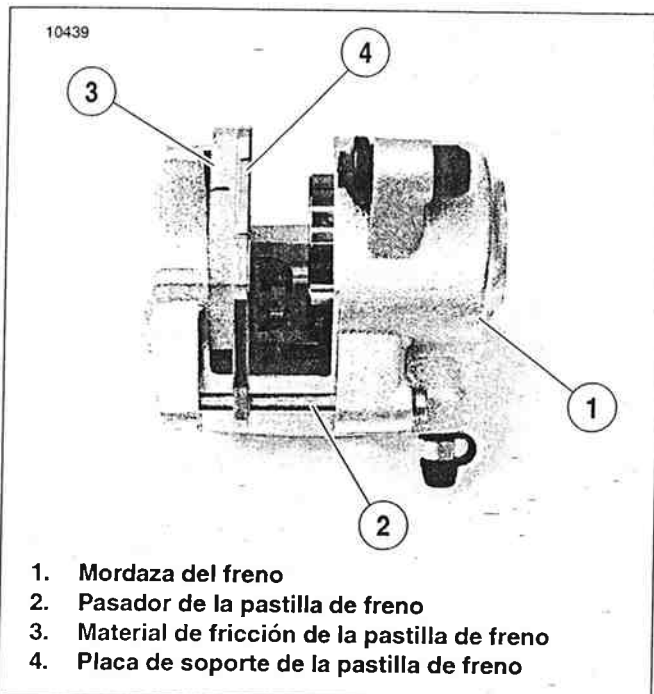

Figura 2-112. Preparación de la mordaza para la extracción del pistón
2. Vea la Figura 2-112. Instale una pastilla de freno (4) de desecho en la mordaza con la placa de soporte orientada hacia el pistón. Coloque la pastilla de freno de manera que el material de fricción (3) está contra la parte trasera de la mordaza como se muestra.
3. Sin apretar instale el pasador de la pastilla de freno (2) para sostener la pastilla de freno en su lugar.